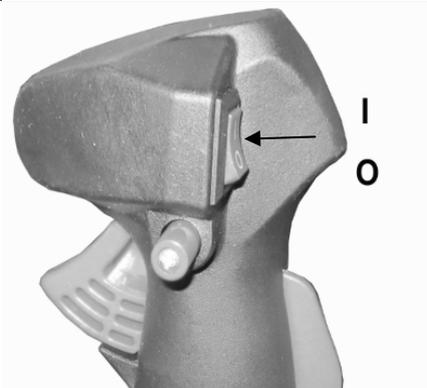

Fig.11
- 2) Mettez l'interrupteur du moteur en position marche « I ». (Fig.11)